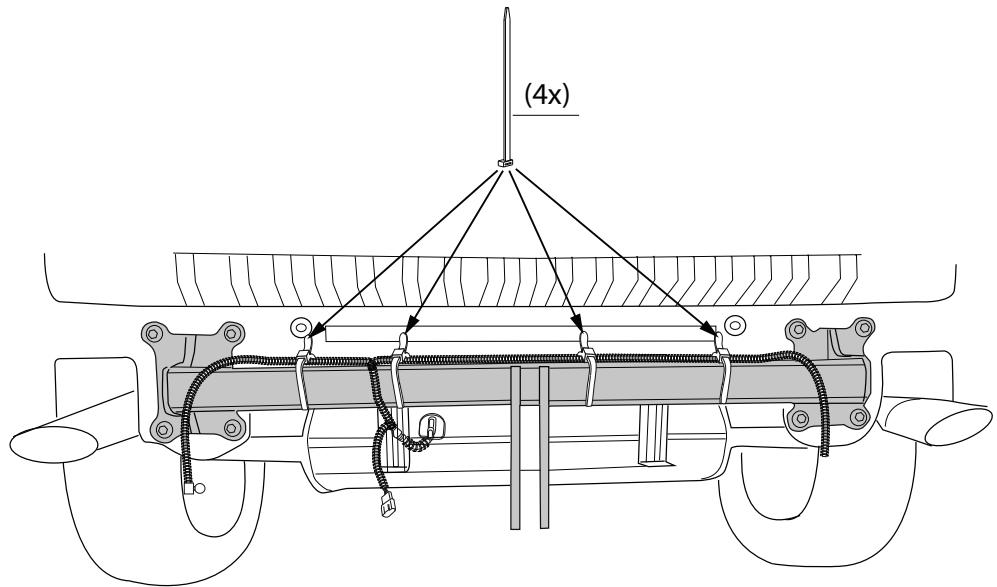

Fig. 2
6. **ДЛЯ МАШИН С РДС (системой помощи при парковке):** привязать провода пластмассовой проволокой. См. рисунок 2.